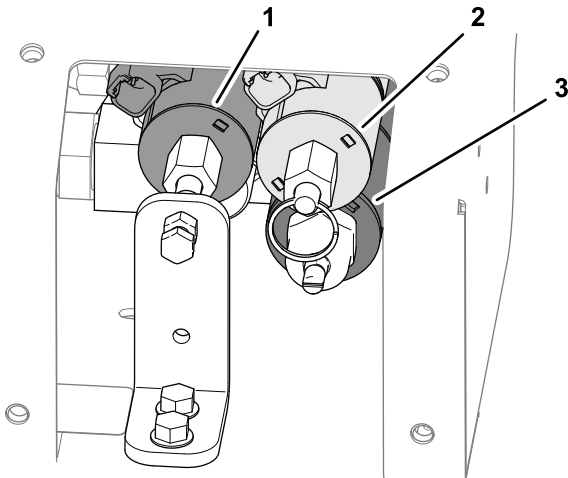

Bild 29
- Suchen Sie die drei Steuerventile (Bild 29).